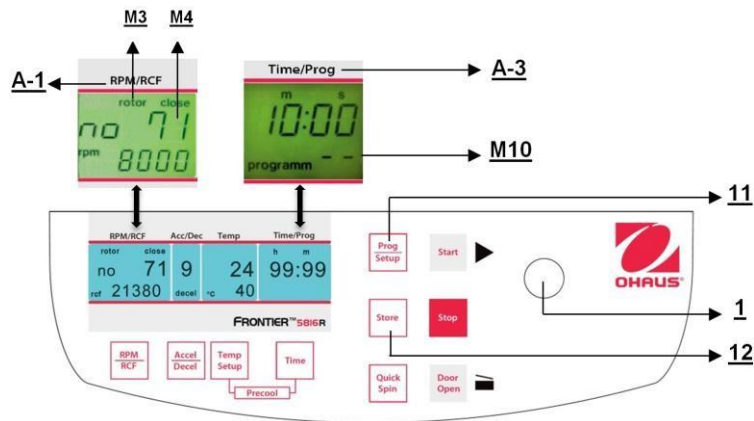

Figura 28
Para recuperar programas almacenados, presione el botón **"Prog/Setup"** (11) (vea la Figura 28) mientras la tapa está cerrada. En la pantalla **"Time/Prog"** (A-3) aparece **"programm -"**(M10). El número de programa deseado puede preseleccionarse con la perilla de ajuste (1).
Para salir del modo de programa, solo presione el botón **"Prog/Setup"** (11) (vea la Figura 28). Entonces, dentro de la pantalla **"Time/Prog"** aparece la palabra **"programm"**. Configure la pantalla en **"programm--"** (M10) con la perilla de ajuste (1).